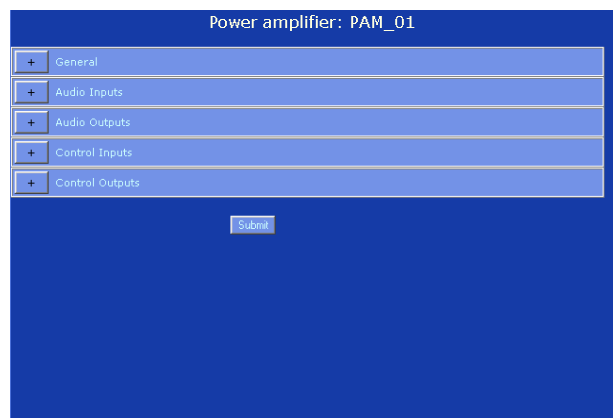

figura 32.9: Configurazione di un amplificatore di potenza, passaggio 2
- 2 Fare clic sul nome dell'amplificatore di potenza che deve essere configurato. Nella cornice principale dell'interfaccia web appare una schermata simile a quella in figura 32.9.